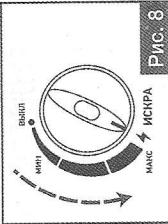

Рис. 8
- Зажигите пламя, повернув регулятор силы горения против часовой стрелки до щелчка (Рис. 8).